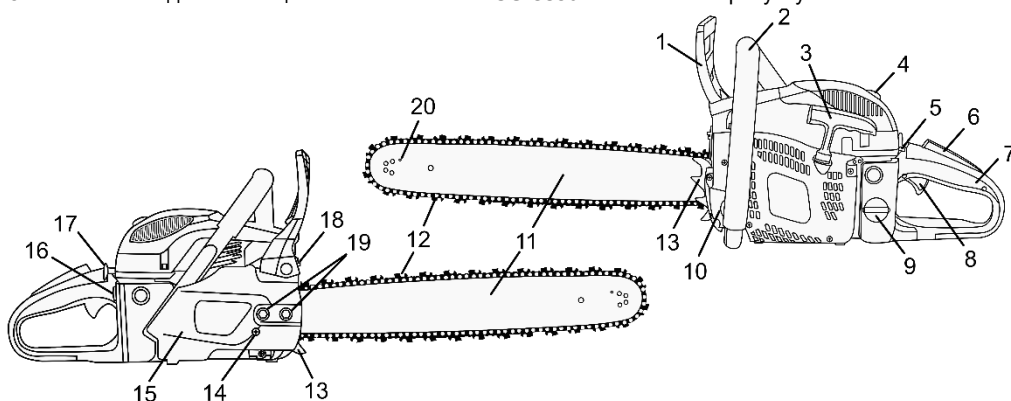
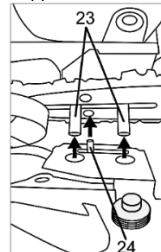

Рисунок 1
Рисунок 4
- Потягніть важіль гальма (1, рисунок 1) в бік передньої рукоятки (2, рисунок 1), щоб переконатися, що гальмо ланцюга вимкнуте.
- Відкрутіть гайки (19, рисунок 1), що кріплять кришку зчеплення (15, рисунок 1), та зніміть її.
- Відрегулюйте гвинт натягу ланцюга (14, рисунок 1) на боковій частині кришки зчеплення таким чином, щоб штифт натягу ланцюга (24, рисунок 4) сумістився з відповідним отвором напрямної шини. При цьому отвори на кришці зчеплення повинні збігатися з напрямними гвинтами (23, рисунок 4).
- Вставте штифт механізму натягу ланцюга (24, рисунок 4) в спеціальний отвір на напрямній шині та одягніть кришку зчеплення. Вручну нагвинтіть гайки фіксації кришки зчеплення (19, рисунок 1).
- Обертаючи гвинт натягу ланцюга (14, рисунок 1) за годинниковою стрілкою, натягніть ланцюг до тих пір, поки він не буде щільно прилягати до нижньої сторони напрямної шини. Перевірте натяг, потягнувши ланцюг вгору.
При кожній заправці паливом обов'язково перевіряйте та доливайте оливу для змащування ланцюга. Кришка горловини масляного бака (10, рисунок 1) позначена відповідним значком. Рекомендовано використовувати тільки спеціальну оливу для ланцюгів. Олива для ланцюгів значно знижує тертя та нагрів ланцюга і напрямної шини, полегшує їх очищення від стружки та пилу, надійно захищає від корозії та придатна до всесезонного використання.
- Перевірте, щоб гальмо ланцюга (1, рисунок 1) правильно функціонувало (пересуньте важіль вперед-назад): увімкнене (ланцюг не буде обертатися) – важіль гальма ланцюга переведений уперед (убік пиляльної гарнітури), вимкнено – важіль переведений назад (убік рукоятки).